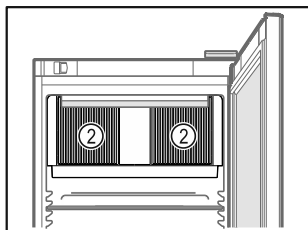

Fig. 59
- Sørg for at cirkulationsblæserens ventilationsåbninger Fig. 59 (2) i det indvendige rum altid er frie.